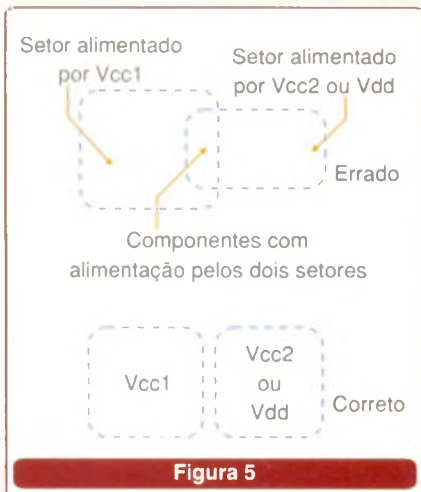

Figura 5
- Se um circuito utilizar alimentações separadas, evite que os componentes dos dois setores compartilhem da mesma área. Deixe os dois circuitos bem separados para que não haja acoplamento entre as fontes, observe a **figura 5**.